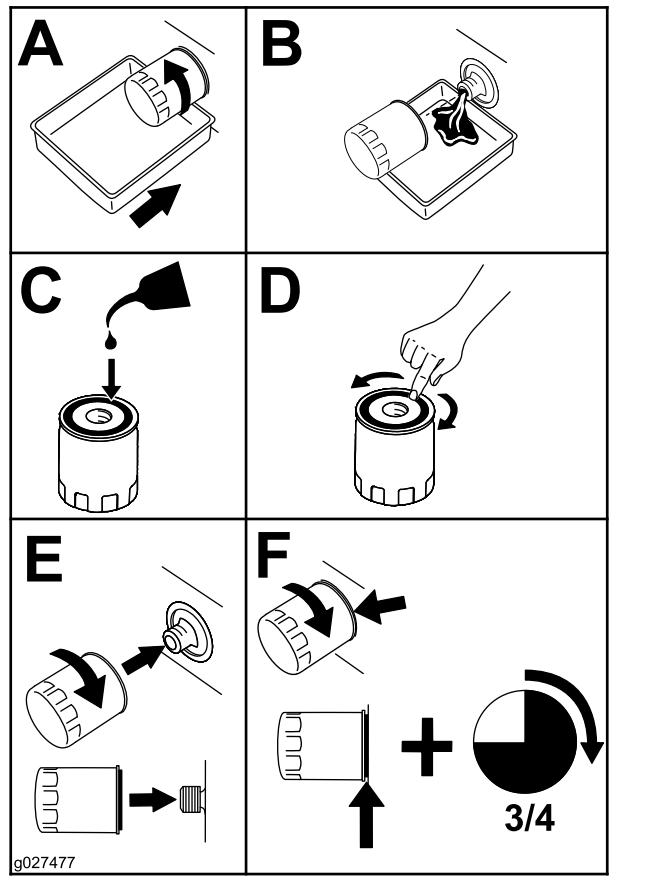

Figura 59
- Cambiate il filtro dell'olio del motore (Figura 59).